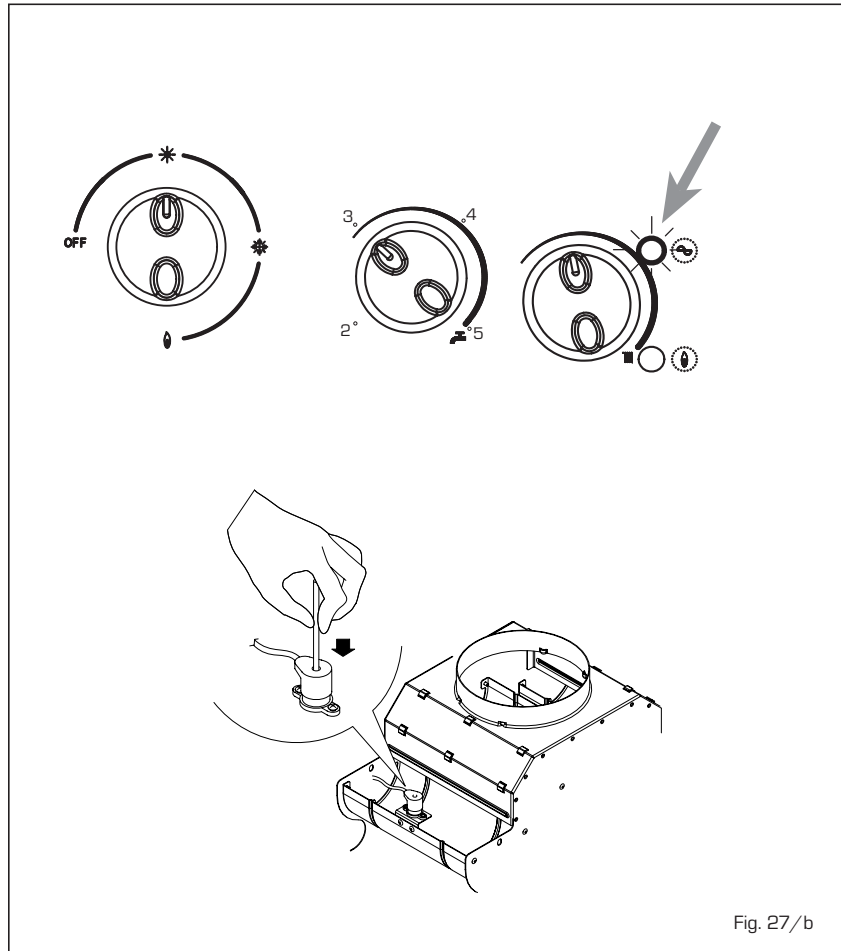

Fig. 27/b
- **Blocco accensione/intervento termostato di sicurezza** (fig. 27)
- **Ripristino pressione impianto riscaldamento** (fig. 27/a)
- **Altre anomalie** (fig. 27/b)
Nel caso si accenda la spia arancio lampeggiante (insufficiente pressione acqua), ripristinare il funzionamento attraverso il rubinetto di carico (fig. 27/a).